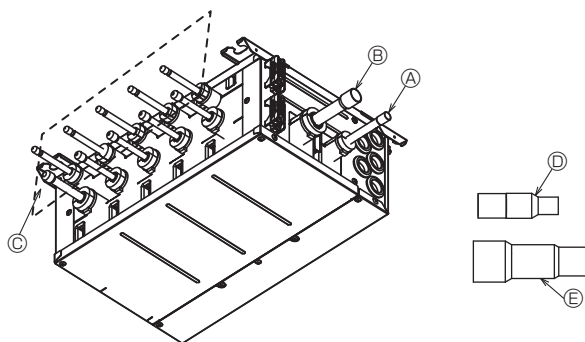

Fig. 7-3
- (1) Снимите резиновые колпачки с соединительных труб ④ и ⑤ на стороне наружного прибора.
- (2) После припаивания ④ на стороне жидкостной трубы и припаивания ⑤ к газовой трубе, относящейся к трубе хладагента, подключенной на стороне наружного прибора, припаяйте распределительную коробку для соединения. (Fig. 7-3, 7-4)
- (3) При последовательной пайке следующую пайку выполняйте после охлаждения сварного участка до комнатной температуры. Несоблюдение данного требования может привести к плавлению изоляционного материала или прибора и образованию конденсата.
Снимите медный колпачок ③ и припаяйте трубу хладагента, присоединенную к внутреннему прибору. (Fig. 7-3)
- (4) Если внутренний прибор не подсоединен, не снимайте медный колпачок ③, иначе произойдет утечка хладагента.